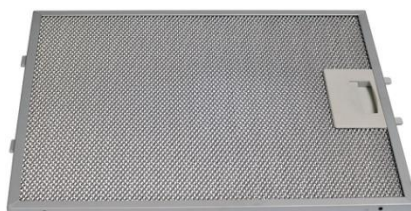

Рис. 2
2. Снимите алюминиевый жироулавливающий фильтр (рис. 2).
7. Установите жирособирающий фильтр (рис. 2).
Для отсоединения алюминиевого фильтра (рис. 2) следует нажать на пружинный замок на фильтре и вынуть его. Установка фильтра производится в обратном порядке. Следует нажать на пружинный замок на фильтре и установить его на место, после чего замок отпустить.